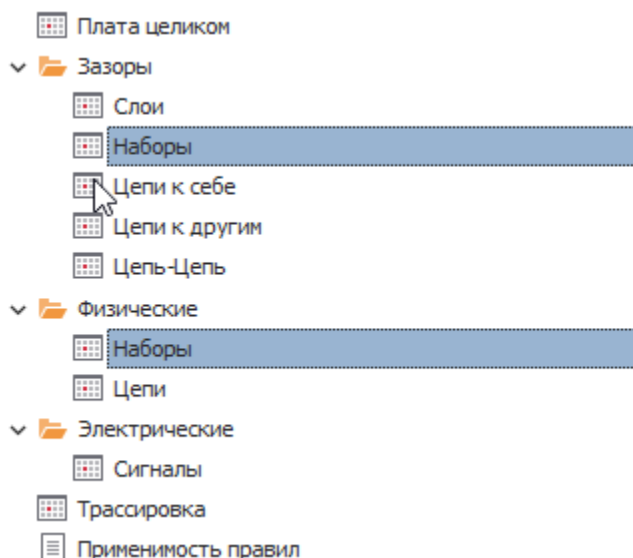

Рис. 58 Месторасположение созданных наборов правил
1. Перейдите в пункт «Наборы» раздела «Зазоры» или раздела «Физические», см. Рис. 58.